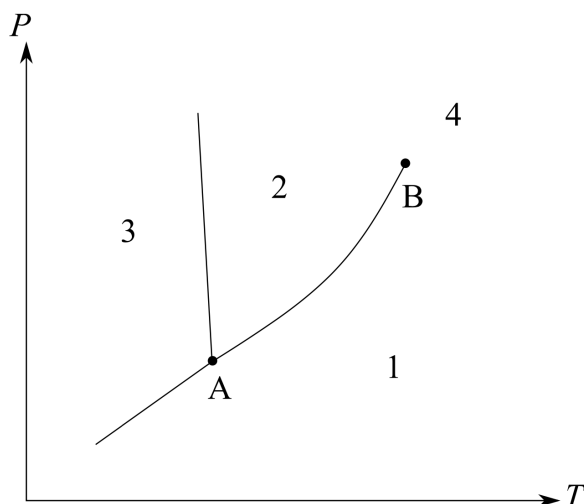

Fig. 1.1 – Diagramme de phases ( $P, T$ ) de l'eau
1. Le diagramme de phases de l'eau est présenté sur la figure 1.1. Recopier ce diagramme et identifier les domaines d'existence des différentes phases. Préciser le nom des points caractéristiques  $A$  et  $B$ .